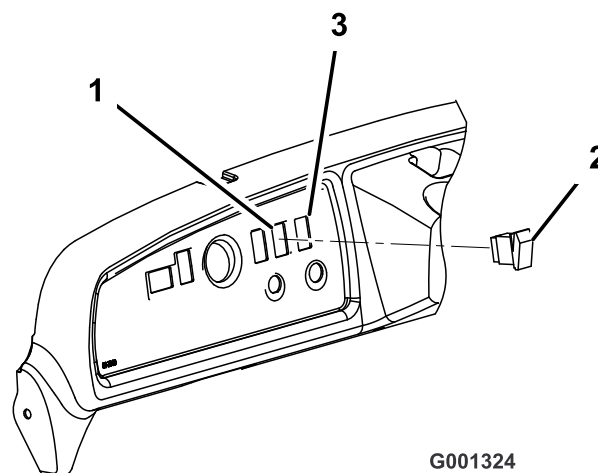

Рисунок 9
8. Снимите заглушку, расположенную на приборной панели справа от рулевой колонки и над пусковым переключателем (Рисунок 9).
5. Совместите верхнюю часть переключателя с положением «12 часов» и вставьте переключатель подъема платформы в отверстие приборной панели (Рисунок 9).